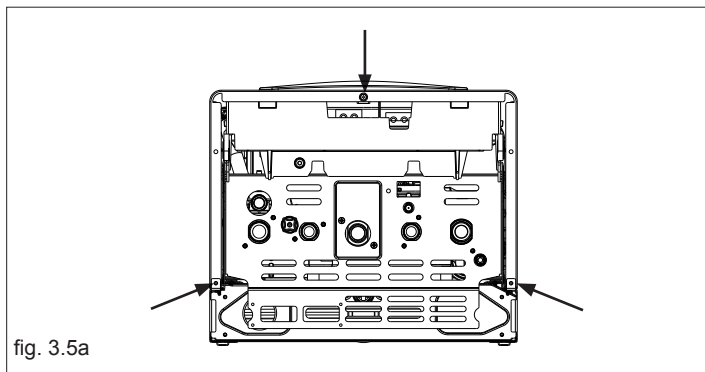

fig. 3.5a
- desenrosque los tornillos de fijación de la cubierta (fig. 3.5a)